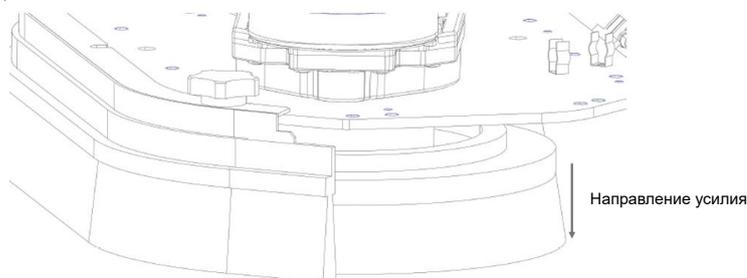

РИС.29
3. Удерживая щетку / ПАД рукой, приложите усилие по направлению вниз для отсоединения, как показано на РИС. 29.